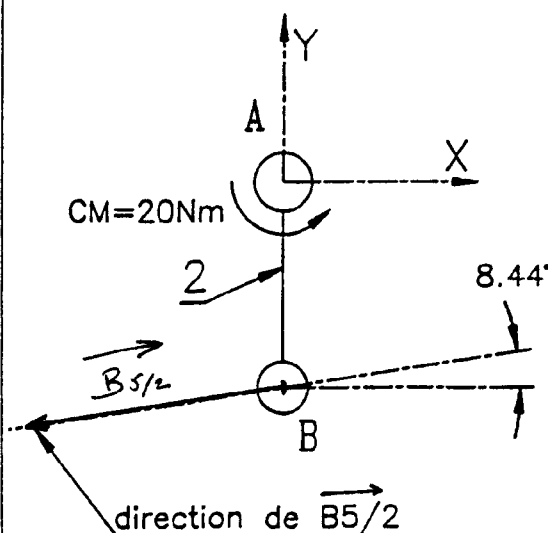

Fig 2:
c) Tracer sur le document 21/24, fig. 2, les directions des actions extérieures sur cette biellette.